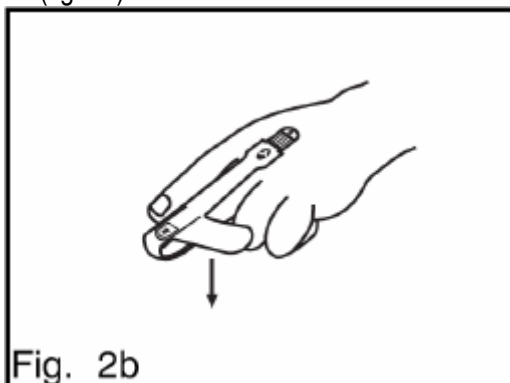

Fig. 2b
3. Em seguida, enrole o sensor com o emissor () e o desenho do dedo sobre a unha e fixe uma aba de cada vez em volta do dedo (fig. 2b).